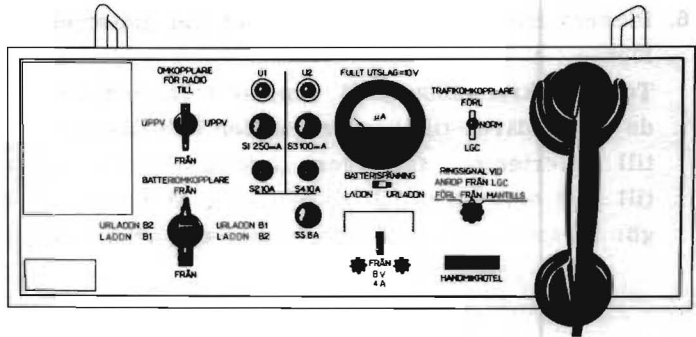

Bild 16.
5. Gör följande på kontrollpanelen (bild 16):